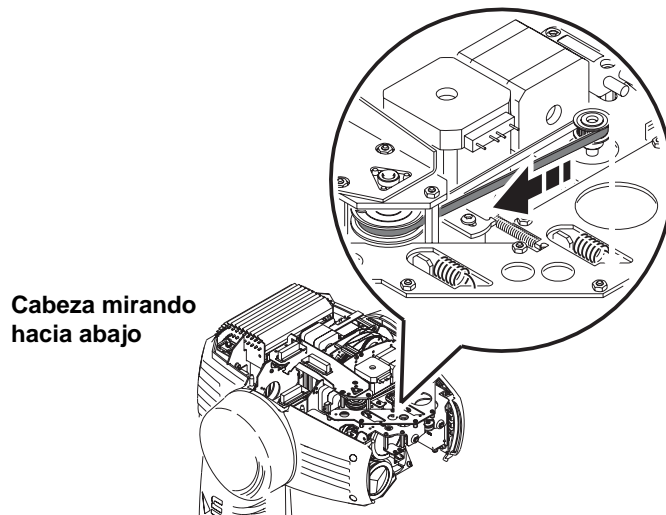

Figura 16: Mover el sistema de enfoque hacia adelante
5. Girar 180° la cabeza. Mover el mecanismo de enfoque hasta su límite anterior tirando de su correa tal y como muestra la Figura 16.